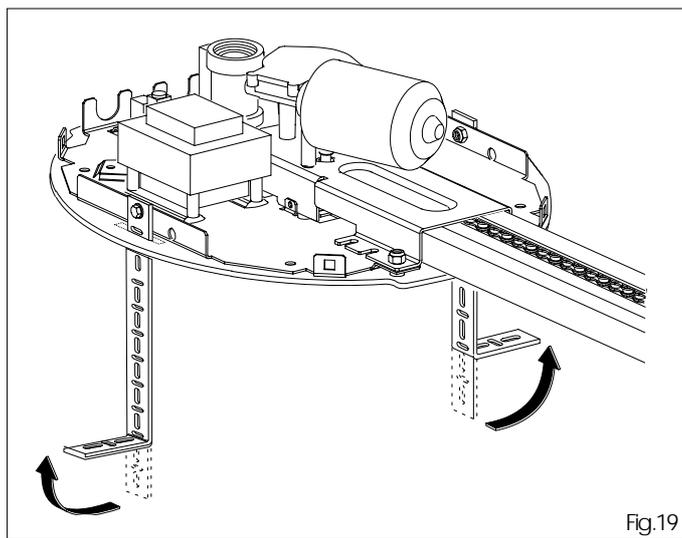

Fig.19
- 6.10 Doblen a la medida tomada las abrazaderas de fijación (fig.19).